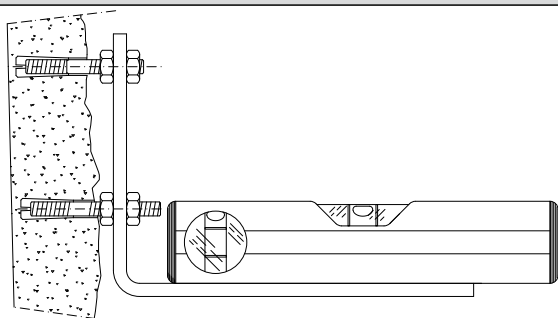

Fig. 5
- Fixer le motoréducteur à la plaque avec les 4 vis en orientant le motoréducteur à droite ou à gauche (fig.5).